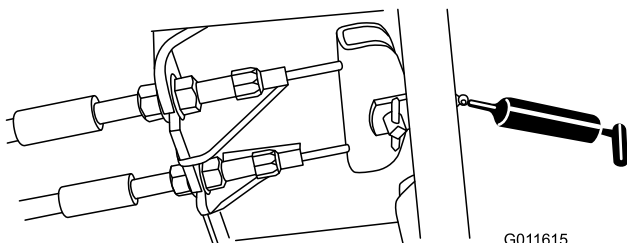

Figura 82
- Pedale del freno (1) (Figura 82)